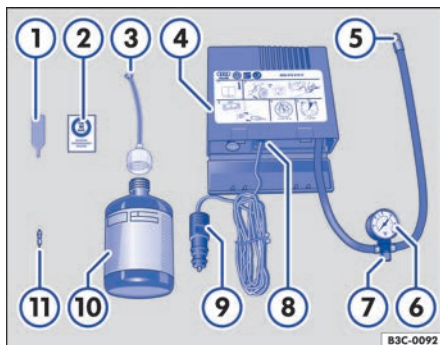

Fig. 190 Representación esquemática: componentes del kit reparapinchazos.
El kit reparapinchazos se compone de los siguientes elementos → fig. 190:
12. Pegue el adhesivo → fig. 190 ② del kit reparapinchazos en el tablero de instrumentos dentro del campo de visión del conductor.
- Desenrosque el obús de la válvula con el desmontaobuses → fig. 190 ① y deposítelo sobre una superficie limpia.
- Agite enérgicamente la botella de sellante → fig. 190 ⑩ unas cuantas veces.
- Enrosque fijamente el tubo de llenado → fig. 190 ③ en la botella de sellante en el sentido de las agujas del reloj. El precinto de la boca de la botella se perfora automáticamente.
- Retire el tapón del tubo de llenado → fig. 190 ③ e introduzca el extremo abierto en la válvula del neumático por completo.
- Enrosque nuevamente el obús en la válvula del neumático con ayuda del desmontaobuses → fig. 190 ①.
- Enrosque fijamente el tubo de inflado → fig. 190 ⑤ del compresor de aire en la válvula del neumático.
- Compruebe que el tornillo de descarga de aire → fig. 190 ⑦ esté cerrado.
- Acople el conector → fig. 190 ⑨ a la toma de corriente de 12 voltios del vehículo → página 131.
- Encienda el compresor de aire con el conmutador de encendido y apagado → fig. 190 ⑧.
- Deje en marcha el compresor hasta alcanzar una presión de 2,0 a 2,5 bares (29-36 psi/200-250 kPa) → **⚠. No lo deje funcionar más de 6 minutos** → ①.
Vuelva a enroscar el tubo de inflado → fig. 190 ⑤ y compruebe la presión de inflado del neumático en el indicador ⑥.